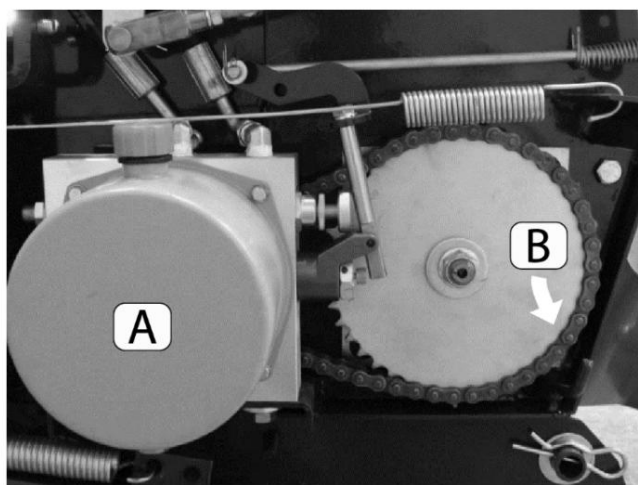
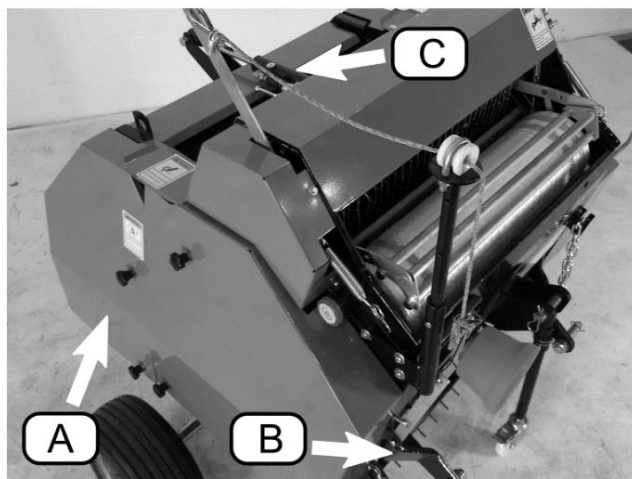
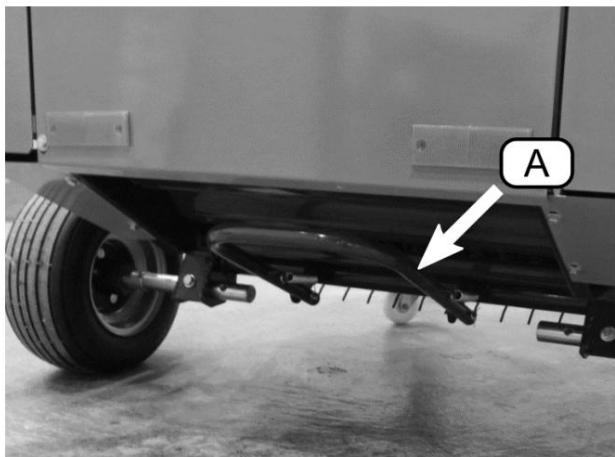

Figura 8 Partea dreaptă a preseii
Figura 14
Figura 15 Spatele preseii de balotat
Presa de balotat ridică hayonul pentru a evacua balotul folosind un cilindru hidraulic. Lichidul hidraulic este împins în cilindru de către pachetul de putere hidraulică (Figura 8, A), care este alimentat de mișcarea de rotație a arborelui cardanic care rotește lanțul cu role (B).
Balotul este evacuat din cameră prin ridicarea hayonului (Figura 14, A). Tragerea pârghiei de ridicare a hayonului (B) activează unitatea hidraulică (Figura 8, A) pentru a retrage cilindrul (Figura 14, C) pentru a deschide poarta. Poarta rămâne deschisă în timp ce pârghia este trasă. Odată eliberată maneta, poarta se închide. Ejectorul de baloti (Figura 15, A) rulează balotul finit suficient de departe de mașină pentru a permite închiderea poartei.